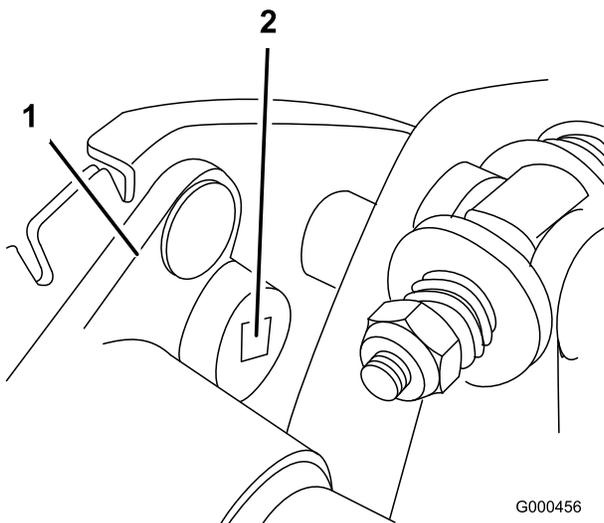

図 33
B. 3/8インチのトルクレンチでベアリング・ハウジングを0.4~0.46 kg・mのトルクで回転させてベルトを張る (図 33)。